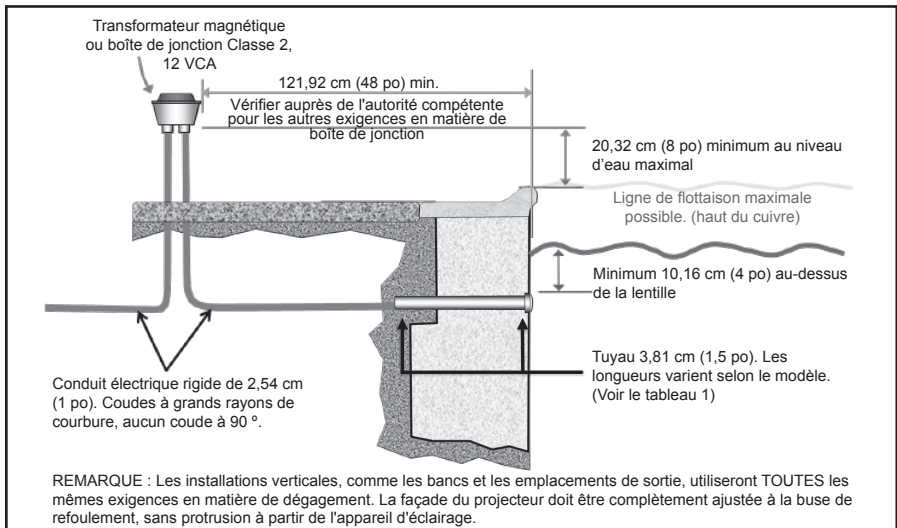

Figure 1. Installation du projecteur DEL Jandy® Pro Series avec raccord en plastique standard de 3,81 cm (1,5 po)
REMARQUE : L'électricien doit compléter les étapes préparatoires avant d'installer l'appareil d'éclairage. Voir la Figure 1.
1. La boîte de jonction ou le transformateur magnétique à basse tension doit être situé à au moins 20,32 cm (8 po) (mesuré à partir de l'intérieur de la partie inférieure de la boîte de jonction ou du transformateur) au-dessus du niveau d'eau MAXIMAL ou au moins 10,2 cm (4 po) au-dessus du niveau du sol ou du pourtour de la piscine, selon ce qui est le plus élevé. La boîte de jonction ou le transformateur magnétique de 12 VCA doit être installé à au moins 1,22 m (4 pi) (121,92 cm (48 po)) du pourtour de la piscine. Voir la Figure 1.
- Une applique murale ou une buse de refoulement standard de 3,81 cm (1,5 po) en plastique (non fournie) doit être installée de façon à ce que le bord supérieur du projecteur subaquatique soit à au moins 10,2 cm (4 po) sous la surface de l'eau de la piscine. Voir la Figure 1.